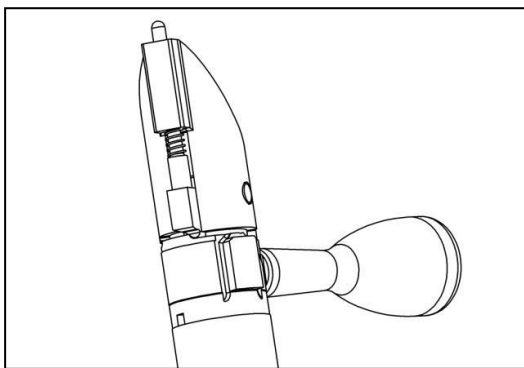

рис.13
- Поверните затвор затыльником вверх. Удерживая тело затвора в одной руке, другой рукой проверните рукоятку затвора против часовой стрелки до упора (приблизительно на 45 градусов). В начале поворота ударник выходит из паза, поэтому необходимо преодолеть небольшое сопротивление (рис.13).
- При установке ударника и боевой пружины важно положение рукоятки затвора перед тем, как будет вставлен штифт затыльника. Рукоятка должна находиться в положении, показанном на рис.13. После того, как штифт вставлен, и вы больше не давите на затыльник, надавите на штифт еще немного в том же направлении, как вы его вставляли или с обратной стороны. Должен раздаваться щелчок. Это говорит о том, что штифт занял свое место. После этого медленно поверните рукоятку затвора по часовой стрелке до щелчка (примерно на 45 градусов).